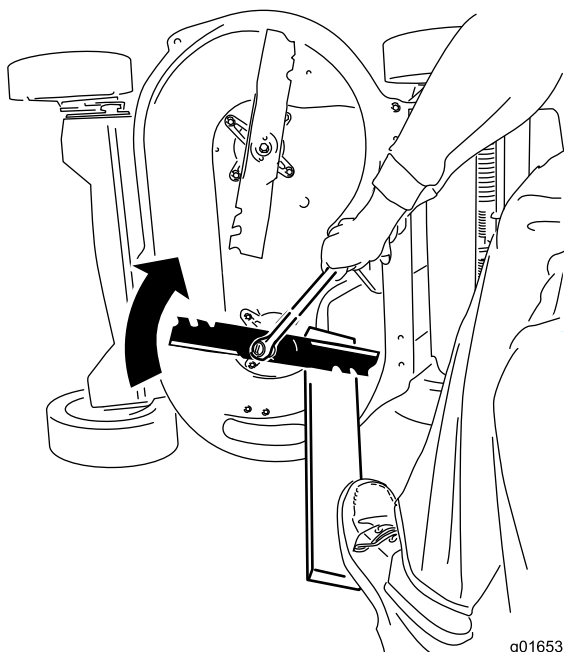

Figura 46
2. Segure cada lâmina com uma tábua e rode o parafuso da lâmina no sentido dos ponteiros do relógio com uma chave como se mostra na Figura 46; aperte o parafuso da lâmina com 82 N·m.